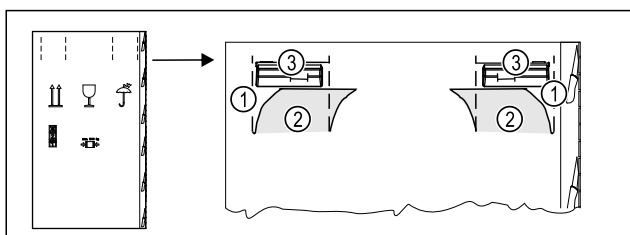

Fig. 4
- ▶ Продавити пакувальний картон зверху по лінії перфорації Fig. 4 (1).
- ▶ Витягнути видавлені частини Fig. 4 (2).
- ▶ Зліва і справа видно ручки для перенесення Fig. 4 (3).
- ▶ Взяти пристрій за ручки для перенесення Fig. 4 (3).